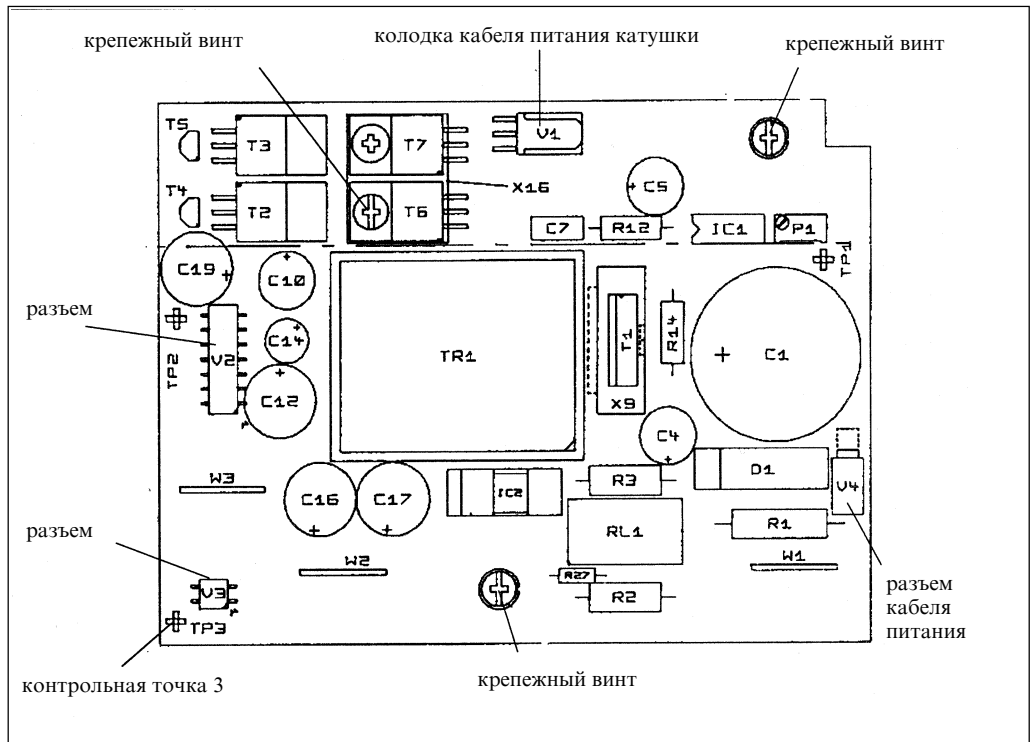

Рис. 47
7. Отсоедините разъем кабеля питания катушки от блока питания (рис. 47).